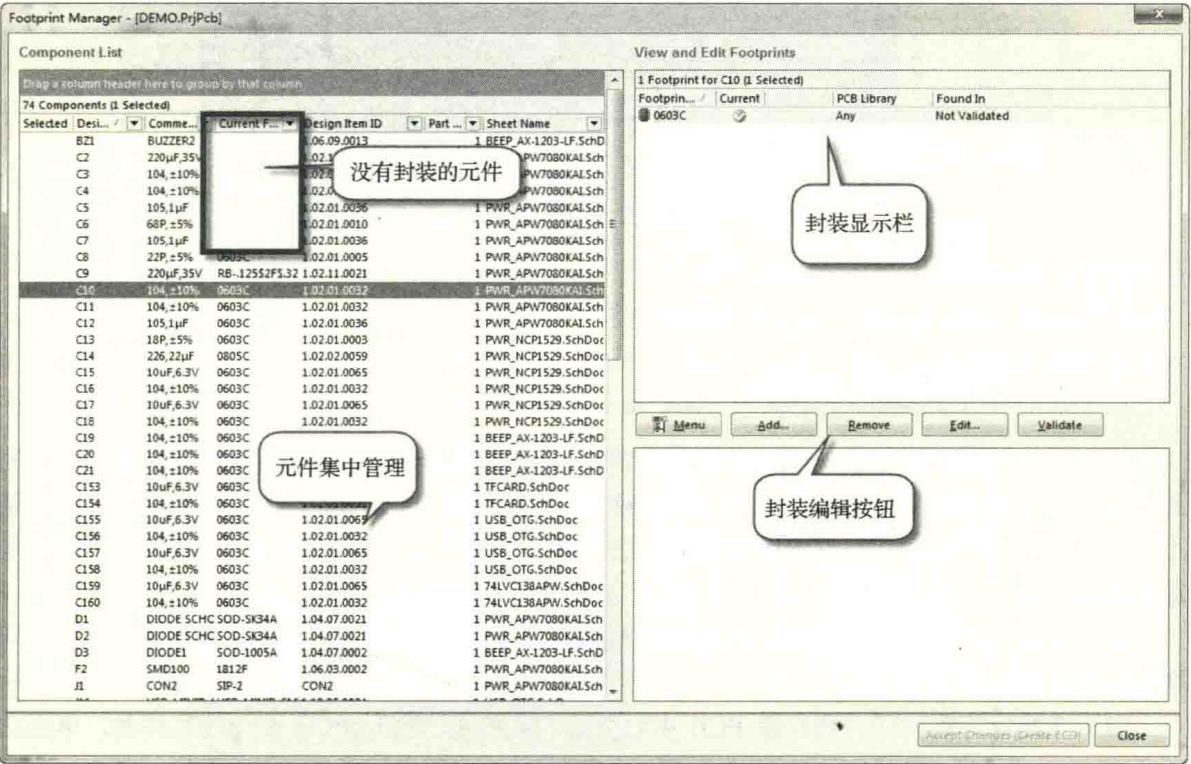

图 7-2 封装的检查与操作
(2) 在如图 7-2 所示的封装管理器中，原理图中涉及的元件都在“Component List”里面进行了显示，单击“Current Footprint”，可对同类型的封装进行集中排序，方便设计者按照封装类型去检查封装的完整性，若某个元件没有添加封装，会优先在前排显示处理。